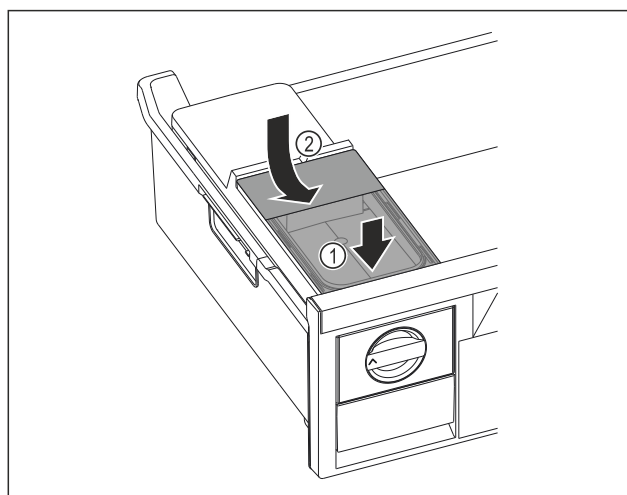

Fig. 104
- ▶ Rezervoar za vodo namestite spredaj. Fig. 104 (1)
- ▶ Zadaj rezervoar za vodo spustite. Fig. 104 (2)